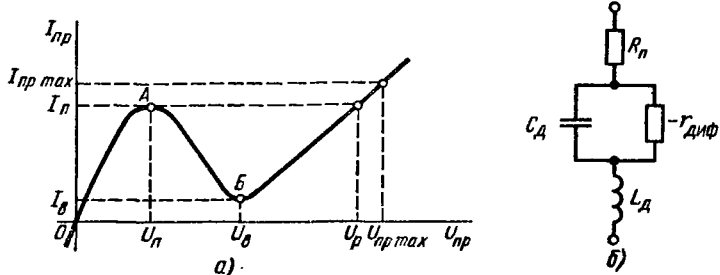

Рис. 1.6
**Туннельный диод** имеет ВАХ (рис. 1.6, а), которая содержит участок с отрицательным дифференциальным сопротивлением (отношением приращения напряжения к приращению тока). Это позволяет использовать такой диод в усилителях и генераторах электрических колебаний, а также в импульсных
устройствах. Качество диода определяют протяженность и крутизна «падающего» участка ВАХ. Частотные свойства диода, работающего при малых уровнях сигнала на участке с отрицательным дифференциальным сопротивлением, определяются параметрами элементов эквивалентной схемы (рис. 1.6, б). Активная составляющая полного сопротивления имеет отрицательный знак вплоть до частоты